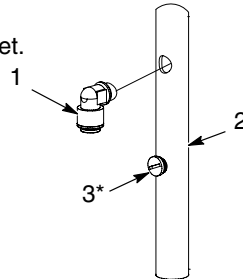

Figure 3 Tube collecteur avec raccord et bouchon
1. Voir la figure 3. Installer les raccords (1) dans l'ensemble tube collecteur (2) à proximité de la position du pistolet des deux côtés de la fente à pistolet. Il convient de boucher les éventuels trous non utilisés dans l'ensemble tube collecteur (3).